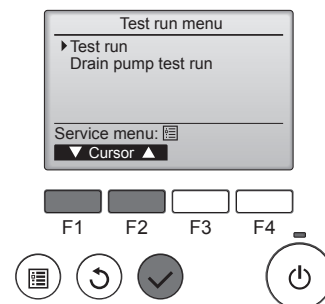

Fig. 8-2
- 2 Velg "Testkjøring" fra Testkjøring-menyen, og trykk på [VELG]-knappen. (Fig. 8-2)